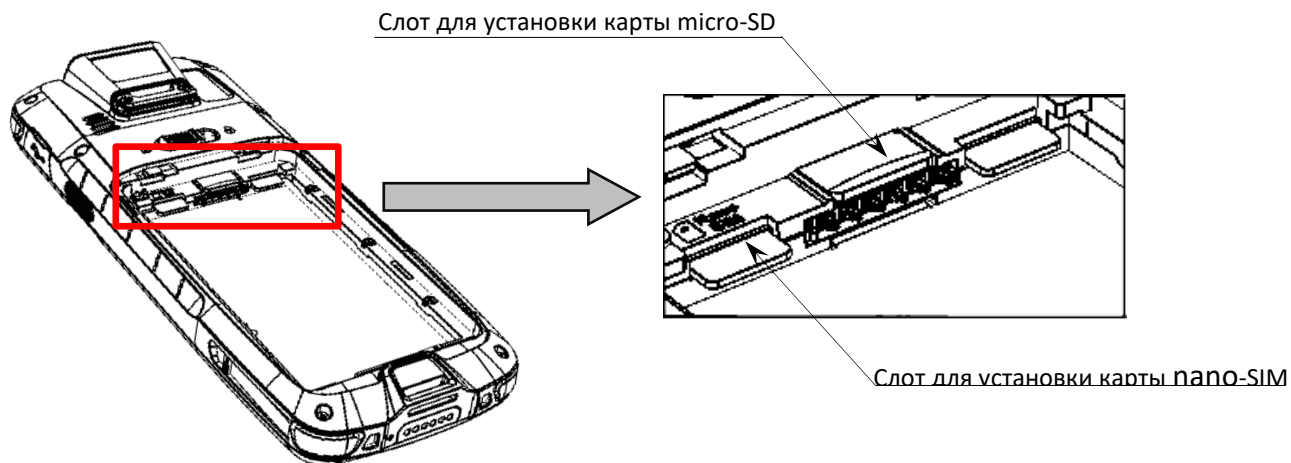

Рисунок 8. Расположение слотов для карт nano-SIM и micro-SD
1. Открыть крышку отсека для АКБ и извлечь АКБ – выполнить пункты 1-5 раздела «Замена аккумулятора». Получить доступ к слотам для карты памяти micro-SD и nano-SIM, которые расположены на дне отсека для АКБ (см. рисунок 8).